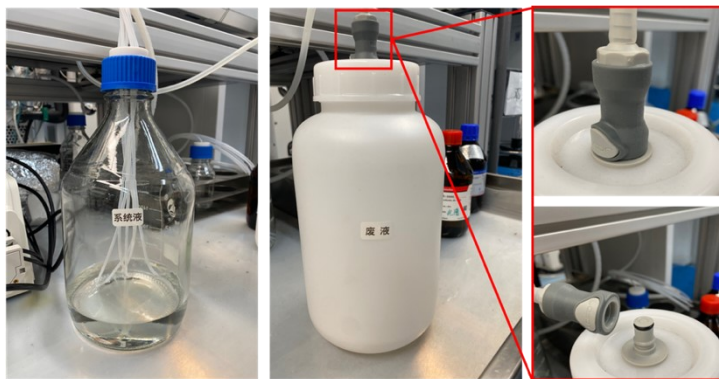

图 6-2-2
- 1) 检查系统液 (图 6-2-2 左) 的成分和体积, 按需要进行补充或更换;
- 2) 检查废液桶情况 (图 6-2-2 中), 在开始实验前清空废液桶, 并确保快插口正确连接 (图 6-2-2 右), 否则废液会从仪器台面的洗站溢出;